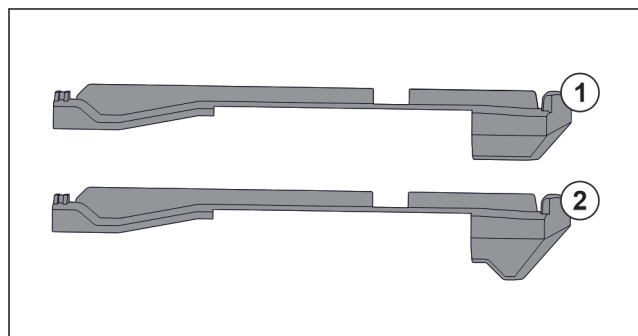

Fig. 124 Порівняння вставних частин
У пристрої є дві різні вставні частини. Вставна частина над самим нижнім висувним ящиком Fig. 124 (2) має трикутний край. Всі інші вставні частини Fig. 124 (1) мають прямий край.
- ▶ Розмістити вставну частину Fig. 124 (2) з трикутним краєм над самим нижнім висувним ящиком.
- ▶ Розмістити вставну частину Fig. 124 (1) з прямим краєм у всіх інших місцях.